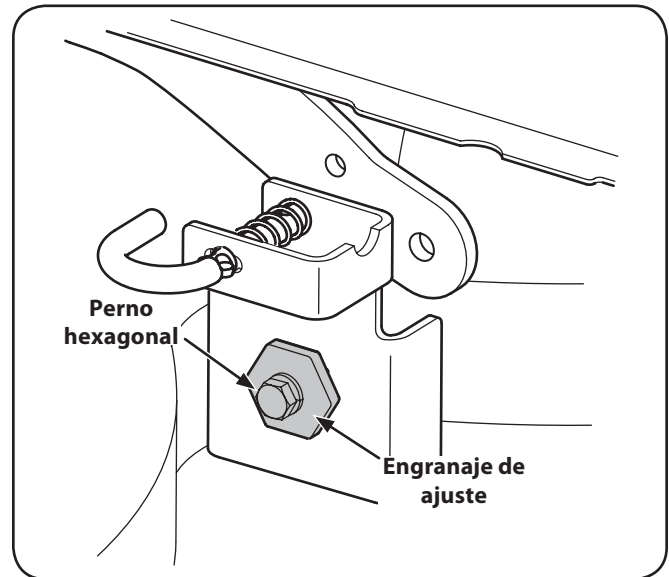

Figure 6-5
3. Afloje, pero NO extraiga, el perno de cabeza hexagonal ubicado en la ménsula de suspensión izquierda de la plataforma. Vea la Figure 6-5.
4. Con una llave, levante o baje el lado izquierdo de la plataforma girando el engranaje de ajuste. Vea la Figure 6-5.